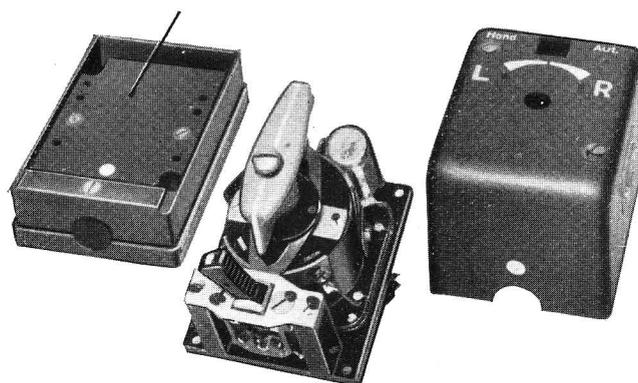

Abb. 35 Rahmensteuerschalter RSS 6, zerlegt
**62.** Der Rahmendrehschalter RDS 6 (vgl. Abb. 35 und 36) enthält einen 2poligen Umschalter mit 3 Stellungen, der durch eine Leichtmetallkappe abgedeckt ist. Das Kabel kann wahlweise von hinten oder von der Seite eingeführt werden.